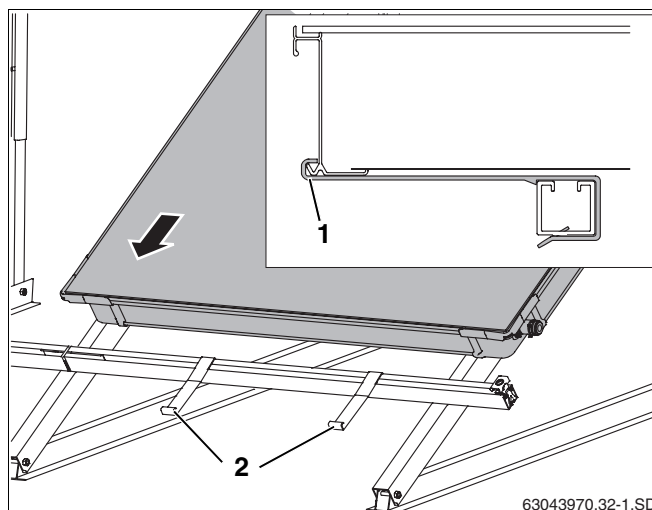

Fig. 46 Așezarea primului colector pe șinele profilate
- Se poziționează primul colector pe șinele profilate și se lasă să alunece în siguranțele contra alunecării (Fig. 46, **Poz. 2**) (Fig. 46).
Cantul inferior al colectoarelor trebuie să se găsească în deschizătura siguranței împotriva alunecării (Fig. 46, **Poz. 1**).